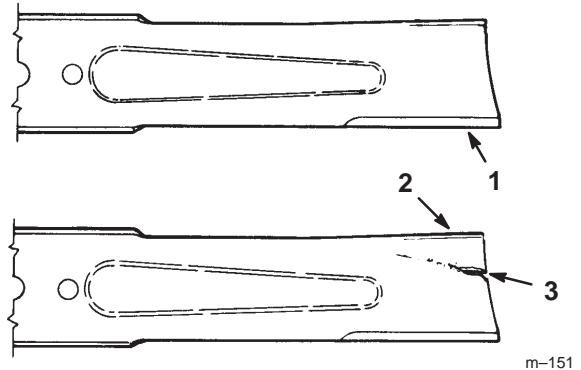

Figure 27
1. Inspectez les tranchants des lames (Fig. 27). Si elles ne sont pas tranchantes ou si elles présentent des indentations, déposez et aiguisez les lames (voir Aiguisage des lames, page 30).
2. Inspectez les lames, surtout la partie incurvée (Fig. 27). Remplacez immédiatement toute lame endommagée, usée ou qui présente une entaille (repère 3 de la Fig. 27).